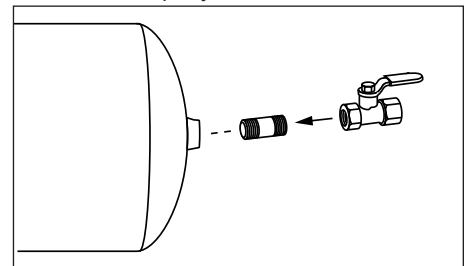

Figura 4 - Válvula de cierre
- Válvula de cierre. Ver figura 4.